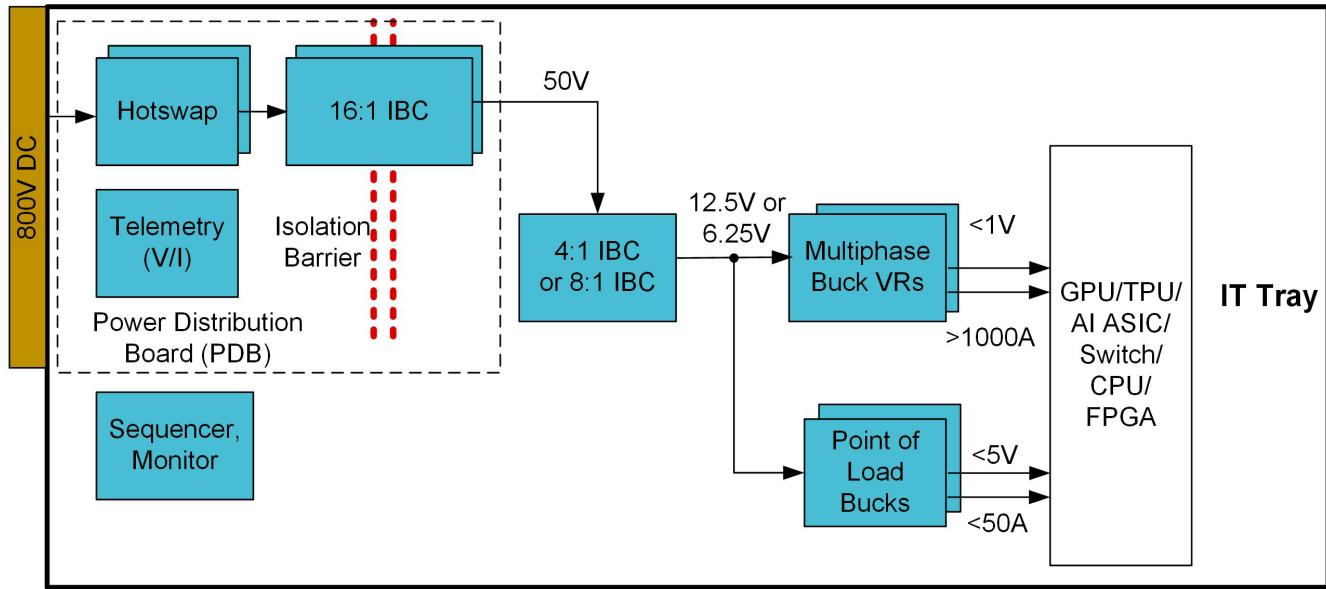

図 1. 800VDC システムの IT トレイ電力アーキテクチャ例
800VDC に移行すると、図 1 に示すように、電力供給アーキテクチャが変わります。IT トレイへの入力が 800VDC になるため、突入電流の制御や高電圧バスへの安全な接続の管理のために、より高い電圧のホットスワップ回路が要求されます。電力分配基板に配置された高変換比の中間バスコンバータ (IBC) は、電力を 800VDC からより低い中間バス電圧に変換します。このシステム内の絶縁バリア (強化絶縁を使用) は、高電圧システムを低電圧システムから分離します。電力アーキテクチャの残りの部分については、外観や使用感は 48VDC の人工知能 (AI) コンピューティングトレイと同様ですが、いくつかのバリエーションがあります。あるオプションでは、800V ~ 50V の IBC の後に、50V ~ 12.5V または 6.25V の IBC が続きます。